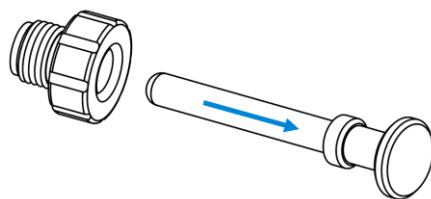

Figura 5. Separe el tapón de transporte de la tuerca de bloqueo.
2. Separe el tapón de transporte de la tuerca de bloqueo. Consulte la Figura 5.